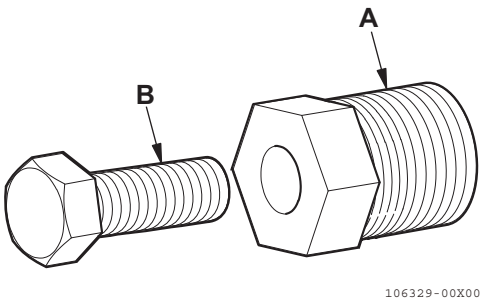

Abbildung 14
- 2. Den Abzieher (**Abbildung 14, (A)**) am Flügelrad ansetzen.
3. Die Bundschraube (**Abbildung 14, (B)**) im Uhrzeigersinn drehen, um das Flügelrad von dem Pumpenkörper zu lösen.